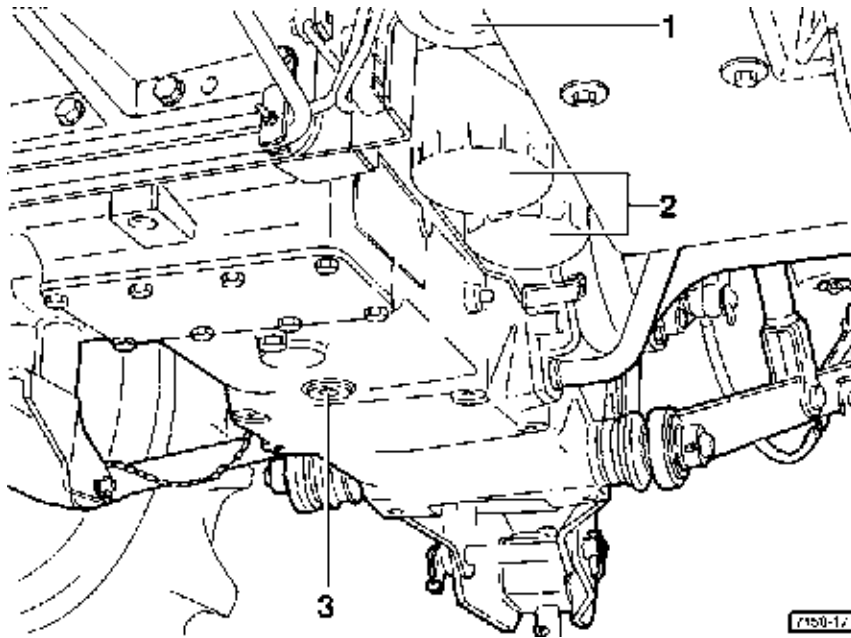

Fig. 82 - Vue centrale de la boîte de vitesses
Toutes les 300 heures: de fonctionnement: remplacement filtre à huile (15 μ) placé sur la centrale des commandes électrohydrauliques. Remplacer en tout cas le filtre à l'allumage du témoin (rep. 3 page 21), ainsi que le filtre rep.1 Fig. 82.
Le tracteur est équipé d'un filtre ou de deux filtres suivant la version de la boîte de vitesses. Lorsque le témoin d'encrassement s'allume, remplacer le filtre de transmission (2 Fig. 82).
- Enlever le bouchon (3 Fig. 82) placé sous la boîte de vitesses et vider l'huile dans un récipient assez grand.
- Remettre le bouchon en place (3 fig. 82), et pourvoir au remplissage de l'huile du carter boîte par le bouchon (3fig. 42 de Page 80) positionné au-dessus de la boîte de relevage, jusqu'à atteindre le niveau indiqué par la tige de niveau sur l'AR du carter boîte (3 Fig. 27 de Page 58).
Dès l'allumage du témoin de colmatage du filtre: remplacer le filtre (2 Fig. 82).